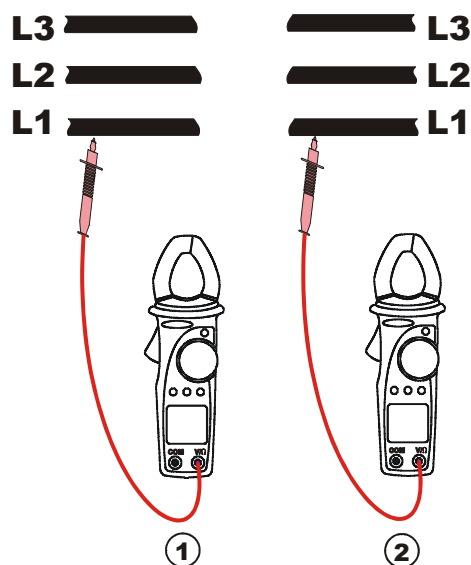
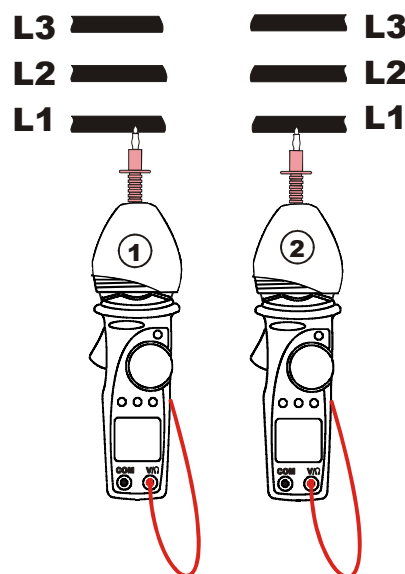

Fig. 14: concordancia de fase
Fig. 15: concordancia de fase con capuchón en goma
4. Conecte la punta roja a la fase L1 (vea as Fig. 14, 1ª medida). En alternativa use el práctico capuchón de goma para alojar la punta roja (vea Fig. 15, 1ª medida).
9. Posicione la punta en segundo cable de la Fase L1 (vea las Fig. 14 o Fig. 15 2ª medida).